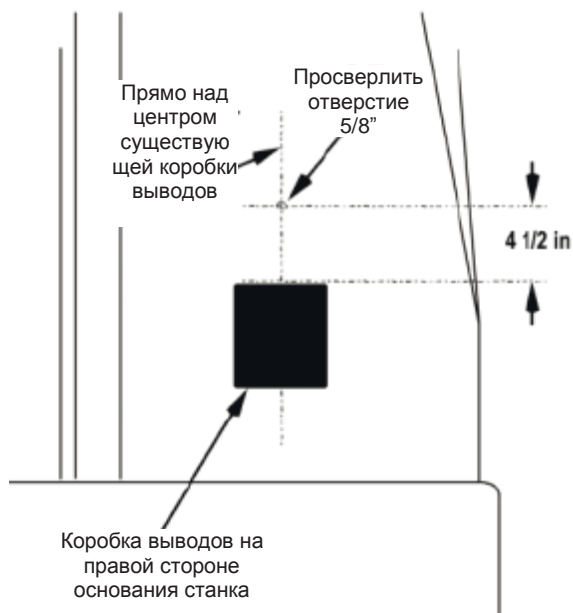

Рис. 3
17. Просверлите отверстие диаметром 5/8 дюйма для кабеля насоса в основании станка (см. рис. 3).